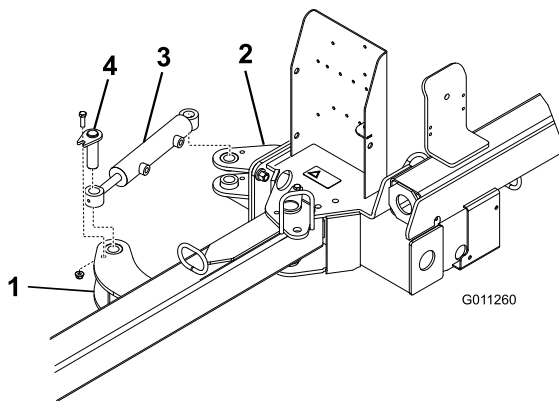

Figure 6
2. Fixez chaque extrémité du vérin hydraulique à une patte de commande à l'aide d'une goupille, d'un boulon (3/8" x 1 1/4") et d'un écrou à embase (3/8") (Figure 6).